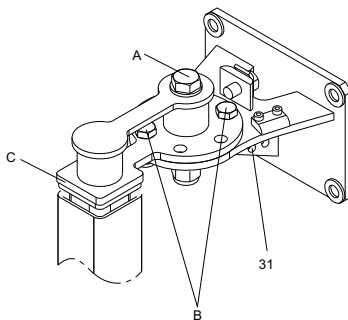

Рис. 21 Верхнее крепление
5. Подогнать стойку из профиля (поз. 5 на рис. 19) по длине, обрезав соответствующим образом под изолятор (поз. С) на кронштейне верхнего крепления. Оптимальный зазор между буртиком изолятора и стойкой 5-10 мм. См. рис. 21.